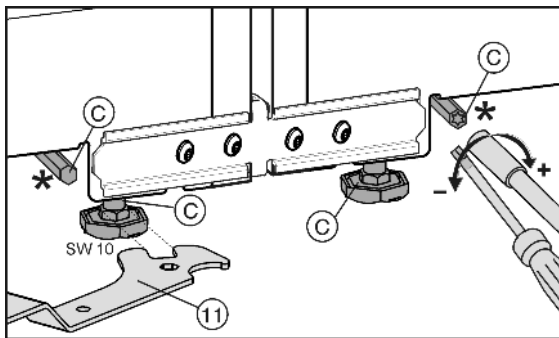

Fig. 8
De voorste stelvoetjes kunnen met de meegeleverde steeksleutel Fig. 8 (11) worden veresteld, de achterste stelvoetjes\* met een schroevendraaier Torx® 25.